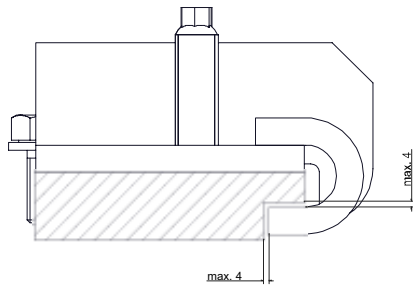
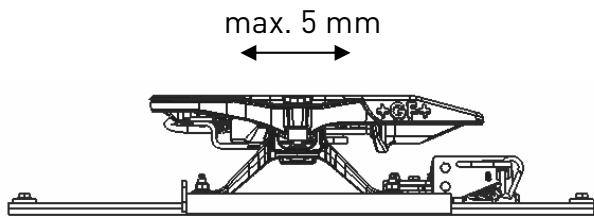

Bild 1: Verschleißgrenzen Schlittenführung (links u. rechts)
Bild 2: max. zulässiges Längsspiel
- (1) Sattelaufleger abkuppeln und sichern (Unterlegkeile)
- (2) Sattelkupplung und Verschiebeeinrichtung reinigen (nur handelsübliche und für das Aggregat bestimmte Reinigungsmittel verwenden)
- (3) Sichtprüfung auf Beschädigungen (besonders Verbindungs- und Bewegungsteile, Schweißnähte)
- (4) Maßkontrolle der Schlittenführung (siehe Bild 1), dazu kann eine Füllerlehre verwendet werden
- (5) Teile (A) bis (F) ölen (siehe Seite 15) mit Reinigungsöl ISO 22
- (2) Sichtprüfung auf Beschädigungen (besonders Verbindungs- und Bewegungsteile, Schweißnähte)
- (3) Maßkontrolle der Schlittenführung (siehe Bild 1)
- (4) Prüfung auf Leichtgängigkeit des Öffnungs- und Schließvorgangs (Anleitung Kap. Bedienung)
- (5) Kontrolle der Zugfedern auf richtiges Betätigen der Sperrsteine (Schließen)
- (6) Kontrolle des Karabinerhakens mit Kette auf Beschädigungen und festen Sitz
- (7) Prüfung der Anzugsdrehmomente (A) bis (C), siehe Seite 15
- (8) Prüfung des Verschiebespiels in Fahrzeuglängsrichtung zwischen Schlitten und Zahnleisten (Beschreibung Seite 17, Bild 2 bis 5)
- (9) Teile (A) bis (F) ölen (siehe Seite 15) mit Reinigungsöl ISO 22